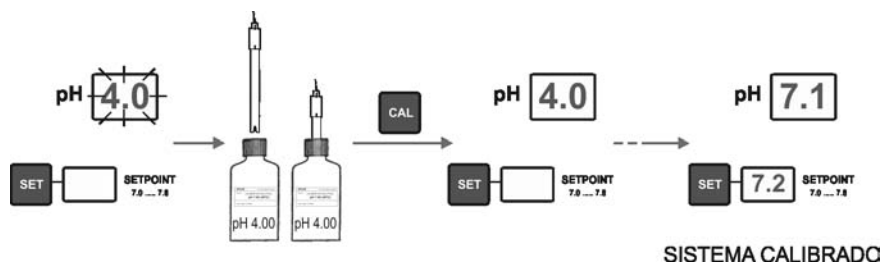

Fig. 30b
5. Agitar suavemente el electrodo para desprender las gotas de agua que pudiesen quedar adheridas al mismo e introducirlo en la disolución patrón pH=4.0 (color rojo). Agitar suavemente unos segundos y pulsar "CAL" [21]. Una vez estabilizada la lectura, el regulador saldrá automáticamente del modo de calibración y quedará operativo. (Fig. 30b)